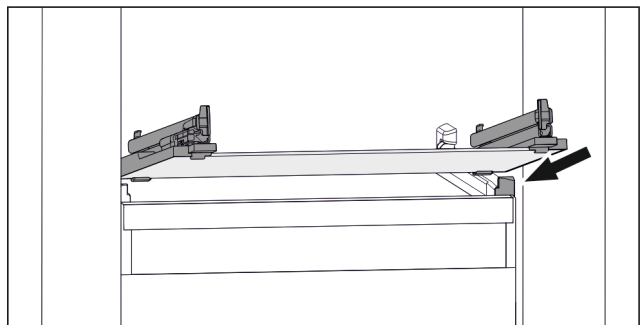

Fig. 42 Примерное отображение стеклянной пластины
- ▶ Наклоняя вниз, установите стеклянную пластину за стопоры. (см. Fig. 42)